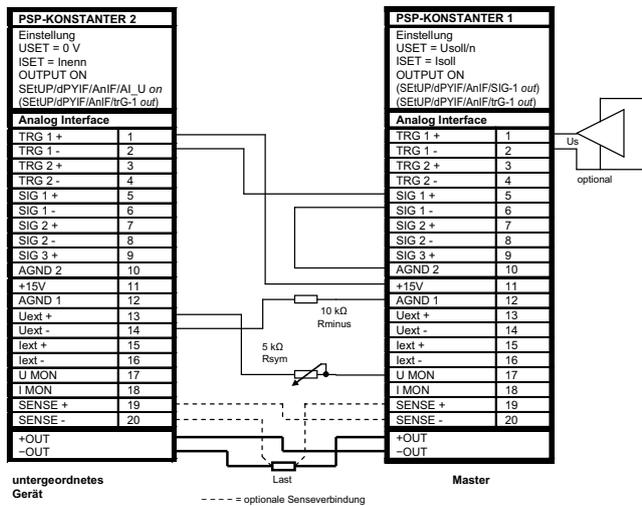

Bild 7.10.2 Verdrahtung für Master-Serienschaltung
- Verkoppeln Sie Master- und untergeordnete Gerät(e) wie in Bild 7.10.2 dargestellt.
- Damit wie im Beispiel Bild 7.10.2 der OUTPUT ON Zustand der untergeordneten Geräte mit dem OUTPUT ON Zustand des Masters über die Signalausgangs- und Triggereingangsbeschaltung geschaltet wird, muss am Master „SETUP/dPYIF/AnIF/SIG-(x1) out“ und an den untergeordneten Geräten „SETUP/dPYIF/AnIF/trG-(x2) out“, (x1) und (x2) im Beispiel jeweils 1, eingestellt werden.